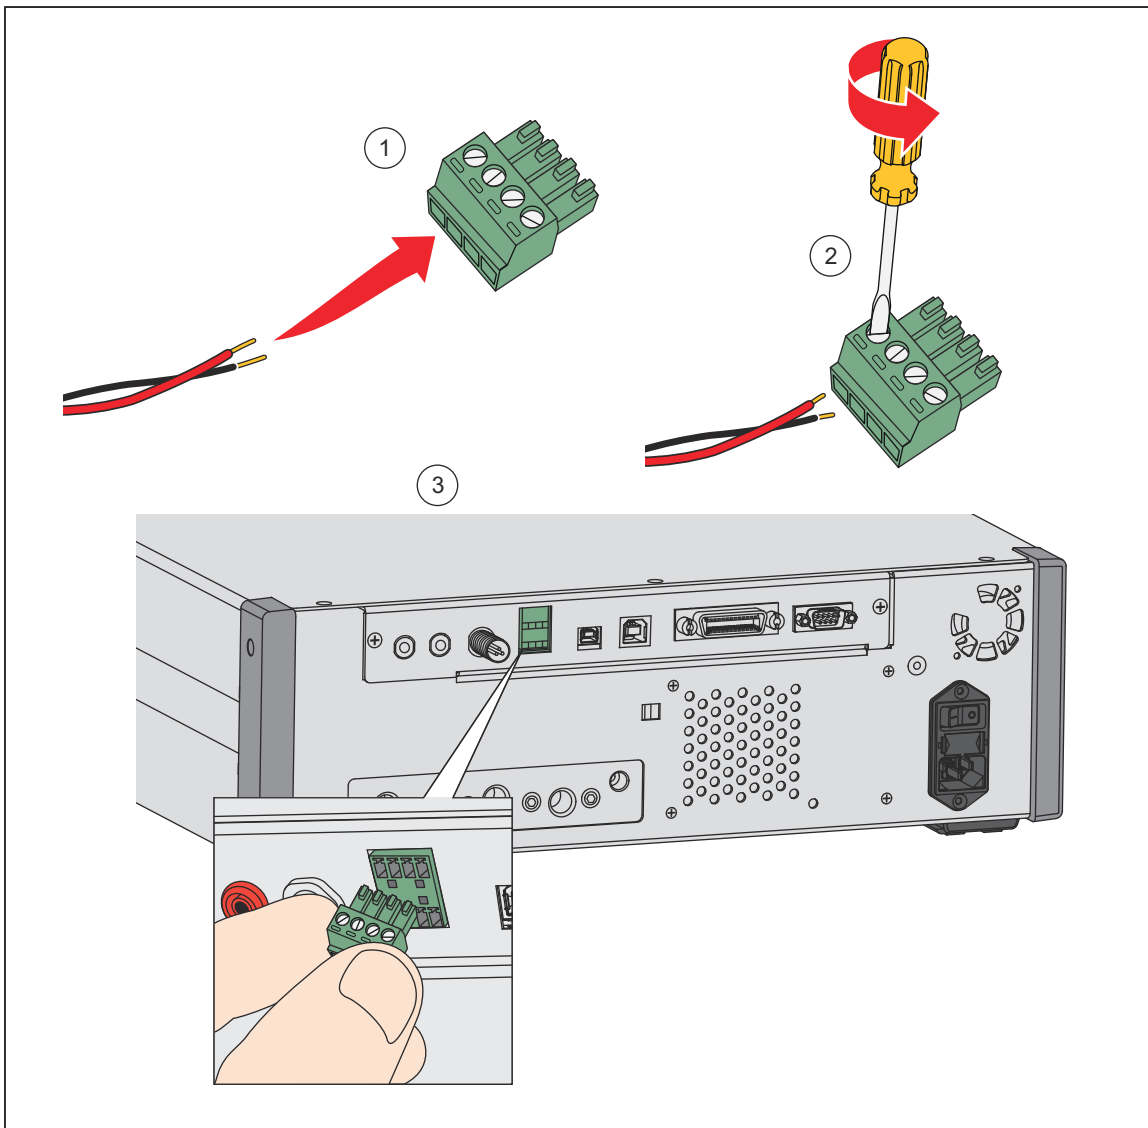

Рисунок 20. Соединения драйвера
CPS на Приборе использует DRV1, DRV2 и DRV3. Для дополнительной информации по CPS, см. раздел Система предотвращения загрязнения (CPS). Типовые соединения представлены на Рисунок 20.
- Комплект для электрических соединений (номер изделия 4579115) содержит необходимые системные соединения и провода, показанные на Рисунок 20.